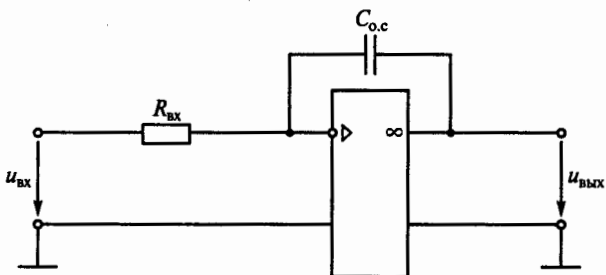

Рис. 161
**4.33.** Операцию технического интегрирования в системах автоматики часто выполняют с помощью активного интегрирующего звена на операционном усилителе (рис. 161). Какие преимущества обеспечивает активное интегрирующее звено в сравнении с пассивной интегрирующей цепью, приведенной на рис. 159, а? (Указать неправильный ответ.)